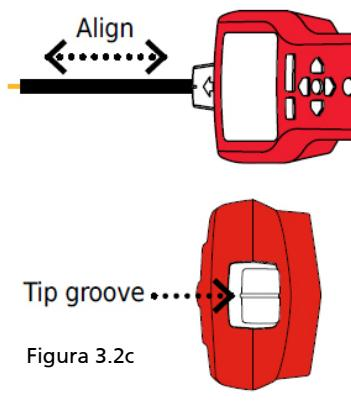

Figura 3.2c
- Posizionamento del ricevitore: Per ottenere i risultati migliori, allineare la scanalatura sulla punta del sensore con la direzione del cavo, come mostrato. Il segnale può andare perso se il ricevitore non è allineato adeguatamente. (Vedi Figura 3.2c)